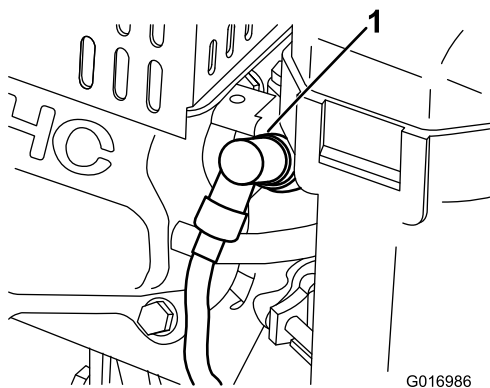

Figura 30
- Retire o cabo da vela moldado (Figura 30).